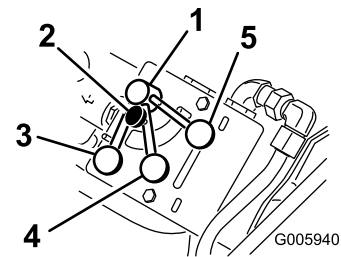

Figure 8
Les équipements hydrauliques du groupe de déplacement (c.-à-d. transmission aux roues, bras de la chargeuse et basculement d'accessoire) utilisent un circuit hydraulique indépendant du circuit hydraulique auxiliaire qui commande les accessoires. Les deux circuits partagent cependant les mêmes pompes hydrauliques. La commande du diviseur de débit (Figure 8) permet de varier la vitesse des équipements hydrauliques du groupe de déplacement en déviant le débit hydraulique vers le circuit hydraulique auxiliaire. Ainsi, plus vous dirigez de liquide hydraulique vers le circuit auxiliaire, plus les équipements hydrauliques du groupe de déplacement sont actionnés lentement.
**Remarque:** Le diviseur de débit peut être bloqué en position en tournant le bouton situé sur la commande dans le sens horaire jusqu'à ce qu'il touche le cadran (Figure 8).